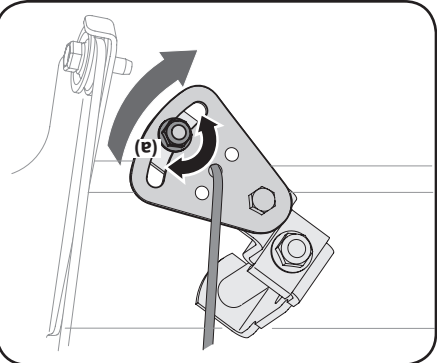

Figure 4-9
2. Desserrez l'écrou à six pans sur le support indexé du câble de changement de vitesses. Voir la Figure 4-9.